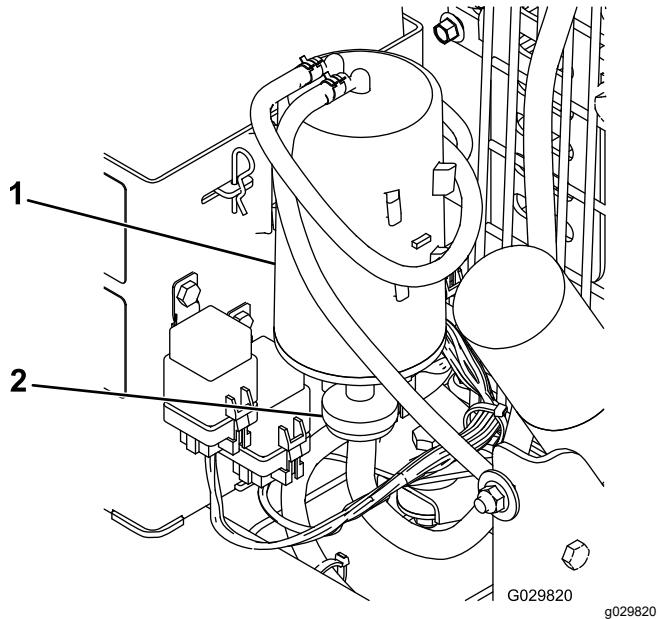

Figura 18
2. Retire y deseche el filtro de aire del cartucho de carbón (Figura 18)